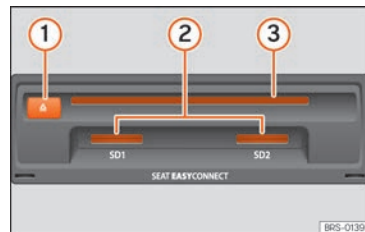

Abb. 196 Datenträger-Einschübe im Handschuhfach.
• CD oder DVD mit der beschrifteten Seite nach oben so weit in den DVD-Schacht »» **Abb. 196** (3) einschieben, bis sie automatisch eingezogen wird. »
Kompatible Speicherkarte mit der abgeschnittenen Ecke zuerst und mit den Kontaktflächen nach unten in den Speicherschacht **»» Abb. 196 ②** einschieben, bis sie einrastet.